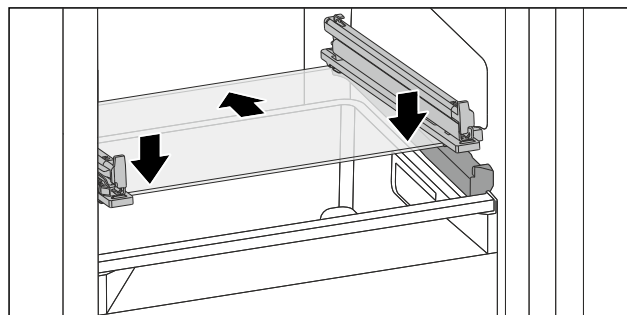

Fig. 203 Ripiano in vetro del cassetto ribaltabile
- Applicare il ripiano in vetro obliquamente dietro i fermi. (vedere Fig. 203)